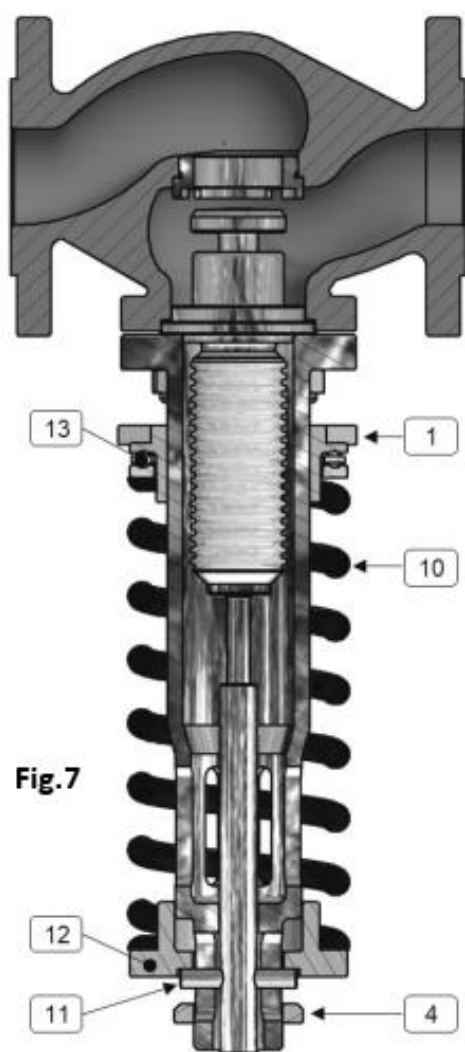

Fig.7
- 2 - Décompresser totalement le ressort "rep.10" agissant sur la bague "rep.1" (Fig.7)